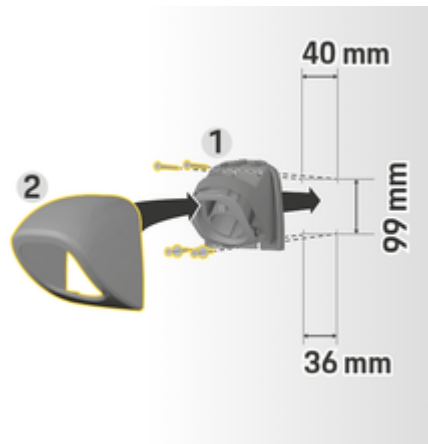

Fig. 25: Cotes de perçage
1. Retirez le support de connecteur **1** (Fig. 25) du cache **2** (Fig. 25).
4. Vissez le support du connecteur **1** (Fig. 25) au mur.
5. Mettez en place le cache **2** (Fig. 25) sur le support du connecteur **1** (Fig. 25) par le bas et enfoncez-le vers le haut.